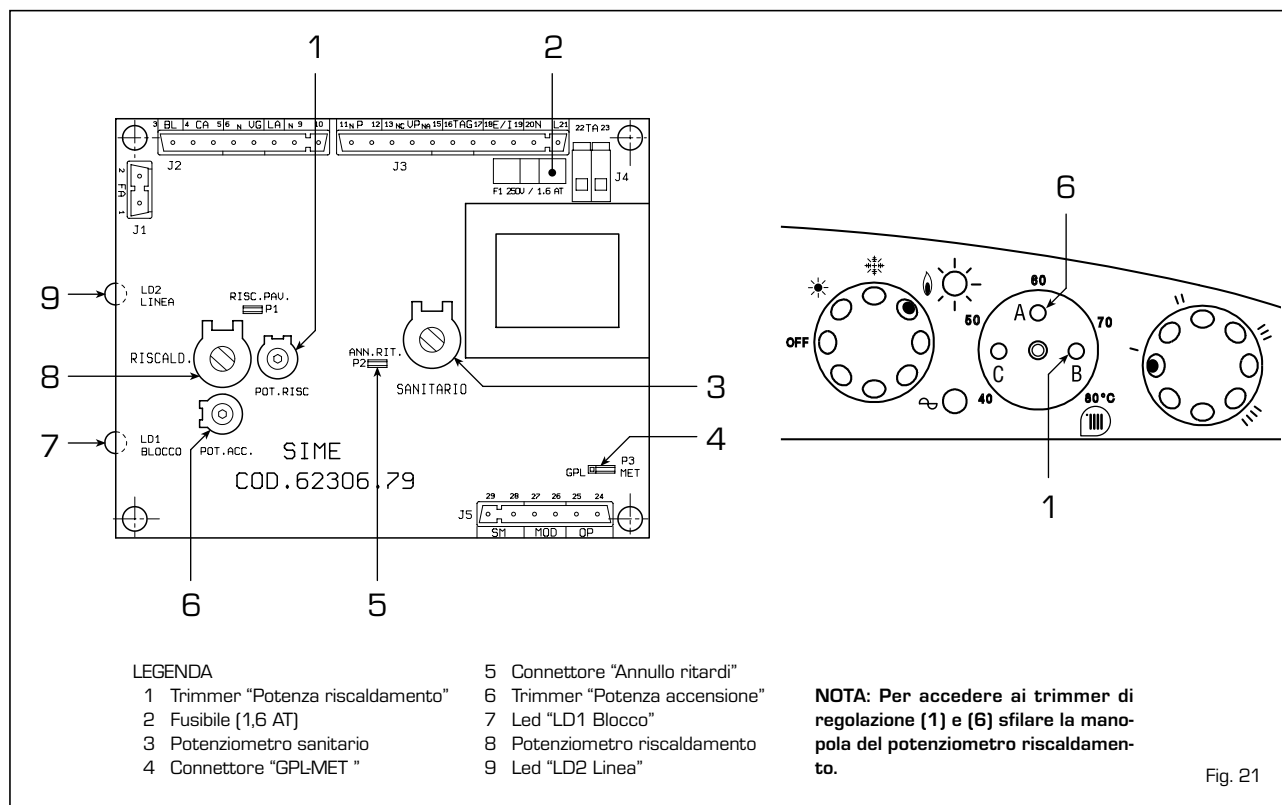

Fig. 21
Agendo sul trimmer [1 fig. 21] la potenza riscaldamento si può variare in funzione delle esigenze dell'impianto.
La scheda elettronica è dotata di led che segnalano un irregolare e/o non corretto funzionamento dell'apparecchio. I led sono disposti sulla scheda e contraddistinti dalla seguente dicitura (fig. 21):
- Trimmer "POT. RISC." [1 fig. 21]
- Trimmer "POT. ACC." (6 fig. 21)
- Connettore "GPL-MET" (4 fig. 21)
- Connettore "ANNULLO RITARDI" (5 fig. 21)